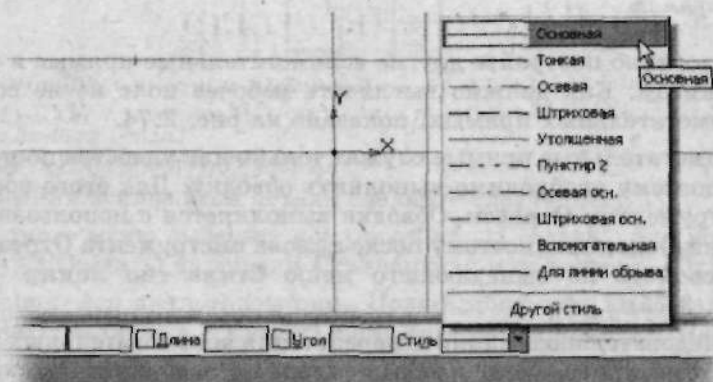

Рис. 2.75. Выбрать стиль линии можно на Панели свойств
10. Вспомогательные прямые служат только для удобства построения эскиза, поэтому необходимо выполнить обводку. Для этого воспользуйтесь инструментом **Отрезок**. Обводка выполняется с использованием стиля линии **Основная**, поэтому после вызова инструмента **Отрезок**, на **Панели свойств** из выпадающего меню **Стиль тип линии** — **Основная** (рис. 2.75).